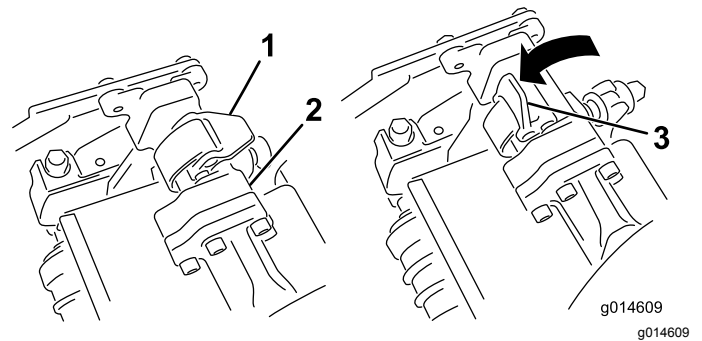

Figura 53
4. Con los enganches del brazo de suspensión orientados hacia arriba (es decir, abiertos (Figura 53)), empuje hacia abajo el brazo de suspensión de modo que la barra encaje en la barra situada en la parte superior de la unidad de corte (Figura 54).
5. Presione los enganches hacia abajo alrededor de la barra de la unidad de corte y bloquéelas (Figura 53).
5. Abra los enganches de la barra del brazo de suspensión de la unidad de corte que está retirando (Figura 53).